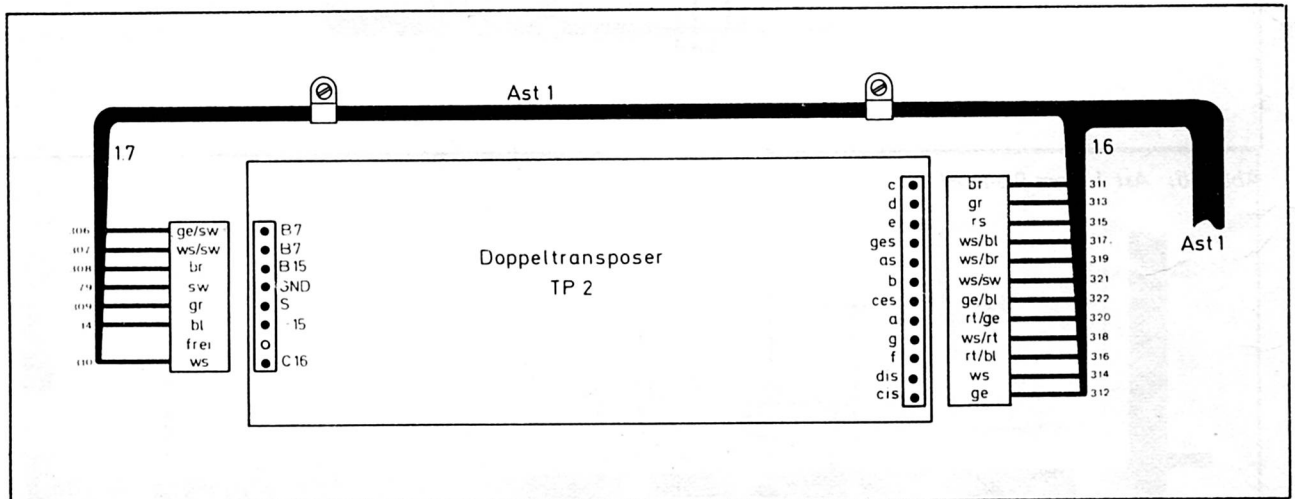

Abb. 58: Äste 1.6 und 1.7 am Doppeltransposer
12. Äste 1.6 und 1.7 nach Abb. 58 vorbereiten. Material im Bausatz Doppeltransposer. (Der Kabelbaum GO 20 enthält die komplette Verdrahtung des Doppeltransposers, die Verdrahtungsanweisungen in der Bauanleitung Doppeltransposer, BA 102, sind dadurch hinfällig.)
in Abb. 58 gezeichneten Leitungen frei liegen. Die blaue Leitung am Ast 1.7 (= - 15 Volt) sicherheits- halber isolieren.